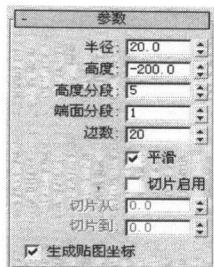
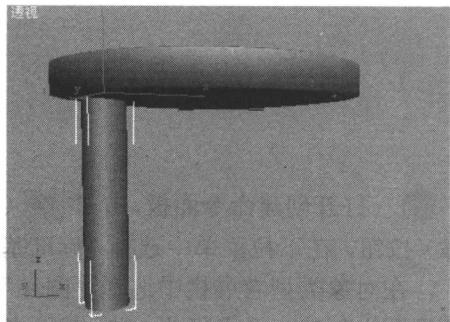

图2-3 凳腿参数
图2-4 凳腿造型
③ 打开创建命令面板，单击 (几何体) 按钮，在下拉菜单中选择“标准基本体”，在“对象类型”卷展栏中选择“圆柱体”，在顶视图中创建一个圆柱体作为凳腿，调整参数如图2-3所示，并把它移动到合适位置，如图2-4所示。